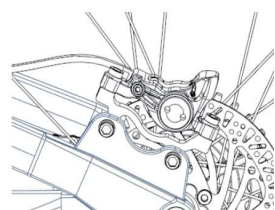
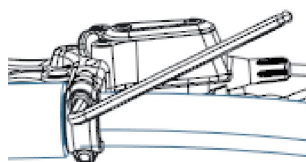

Figura 2-3 Direzione di assemblaggio del disco
Figura 2-4 Metodo di installazione della maniglia del disco
- ① Installare il supporto di conversione del freno a disco anteriore/posteriore sul foro della vite di supporto (come mostrato nella Figura 2-3).
- ② Allentare le viti di fissaggio del corpo della pinza del disco per mettere il corpo della pinza del disco in uno stato di regolazione fine, quindi installare la sede di conversione sul telaio.
- ① Fissare prima la maniglia del disco.
- ② Serrare una vite fino a metà, quindi serrare l'altra vite e infine rimettere la vite originale per serrarla (come mostrato nella Figura 2-4).
- ③ Coppia di bloccaggio della leva del freno a disco = 60 ~ 80 kgf·cm (52 ~ 69 lbf·in).
- ④ Afferrare la maniglia della pinza del disco per mantenerla premuta e stringere le viti di fissaggio del corpo della pinza del disco mentre il blocco del freno preme il disco.
- ⑤ Tirare più volte la leva del freno a disco per verificare se l'azione frenante è normale e se vi sono perdite di olio.
- ⑥ Coppia di serraggio della vite di fissaggio del sedile di conversione = 70 ~ 90 kgf·cm (60,8 ~ 78,1 lbf·in).